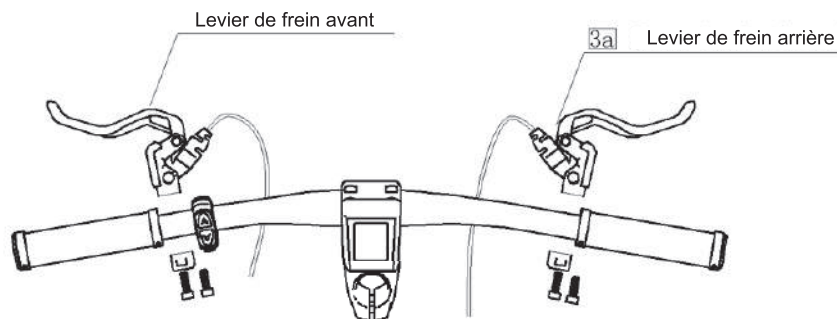

Figure 48.
a. Utilisez une clé Torx T25 pour monter chaque levier de frein sur le guidon, comme indiqué à la Figure 48.